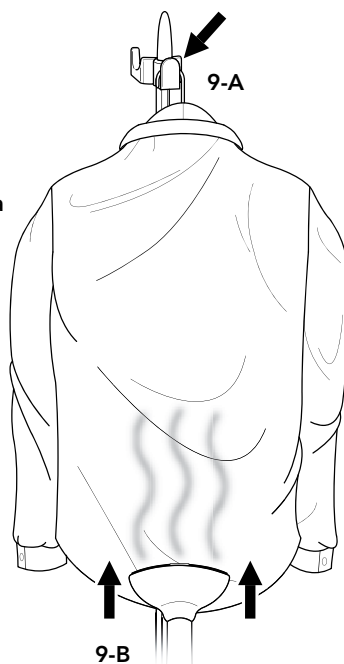

FIGURA 9
2. Coloque el gancho (con la prenda de vestir) en el Gancho para ropa (FIGURA 9-A).
3. Apunte la Boquilla de vapor hacia la parte inferior de la prenda de vestir. El vapor subirá por dentro y fuera de la prenda de vestir y quitará las arrugas. Deslice la Boquilla de vapor lentamente de forma vertical, desde abajo hacia arriba de la prenda de vestir (FIGURA 9-B).